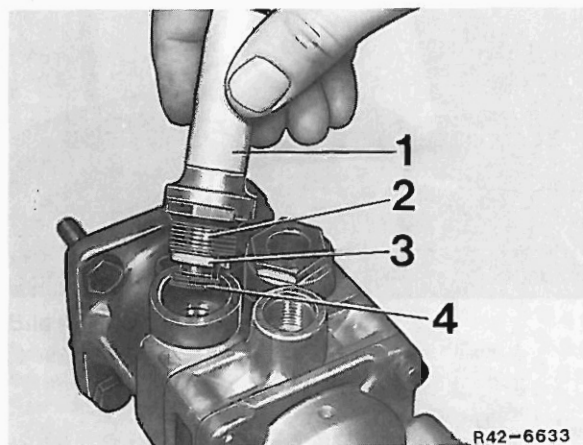

Bild 43/18
- 5 Anschließend die Überwurfschraube mit einem Anziehdrehmoment von 10 Nm festziehen (Bild 43/19).